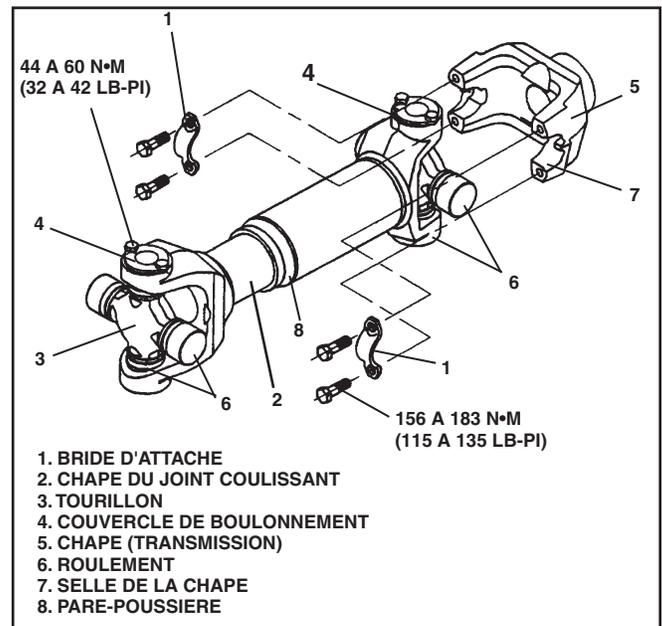

Figure 4 - Arbre de transmission avec joints universels
6. Appliquer un couple de serrage à tous les boulons des brides d'attache de la chape, tel que spécifié à la Figure 4.
Voir Figure 4.
6. Installer les couvercles de roulement et les brides d'attaches. Serrer les boulons et appliquer le couple de serrage indiqué à la Figure 4.
Les brides d'attaches doivent être vérifiées régulièrement pour s'assurer que le jonc d'arrêt n'est pas cassé et que les écrous et les boulons sont serrés. Voir Figure 4.